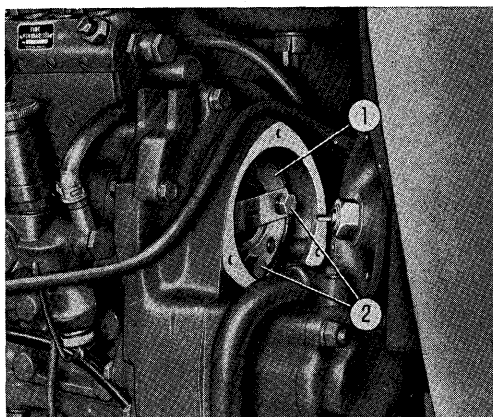

Fig. 21.
Afmonter dækslet med traktormetertrækket og løsn de 4 bolte (2) fig. 21. Idet pumpedrevet fastholdes, drejes krumtapakslen, indtil INIEZ-mærket står nøjagtig udfor pilen.